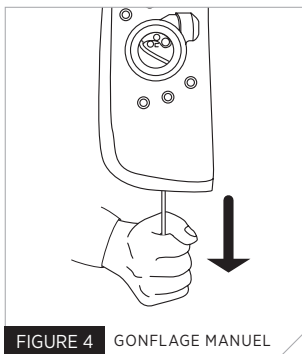

FIGURE 4 GONFLAGE MANUEL
- 1) **Gonflage manuel.** Activez le système de gonflage en tirant fermement la poignée vers le bas (Fig. 4). Le gilet devrait se gonfler entièrement en moins de 5 secondes.